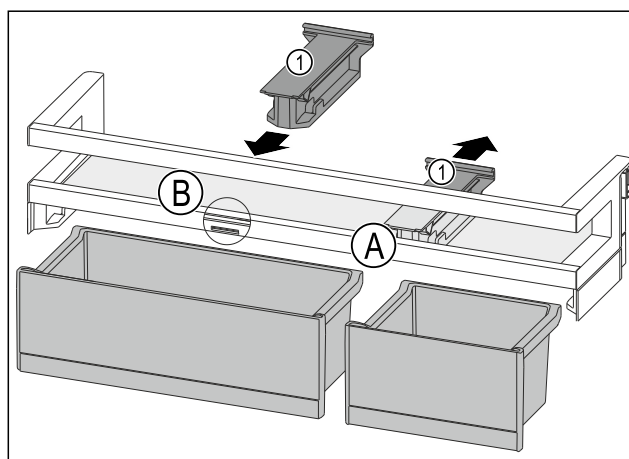

Fig. 115
- ▶ Húzza hátra a tartóelemet Fig. 115 (1) pozícióba Fig. 115 (A).
- ▶ Helyezze be a tartóelemet Fig. 115 (1) pozícióba Fig. 115 (B).